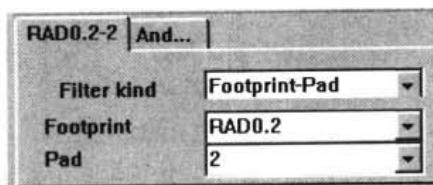

图 10-81 规则范围设置为指定的焊盘引脚
- Footprint-Pad: 指定焊盘的引脚。选择此项后，规则适用范围为指定的某一焊盘上的某一引脚，系统要求输入引脚名称和焊盘名称，如图 10-81 所示。